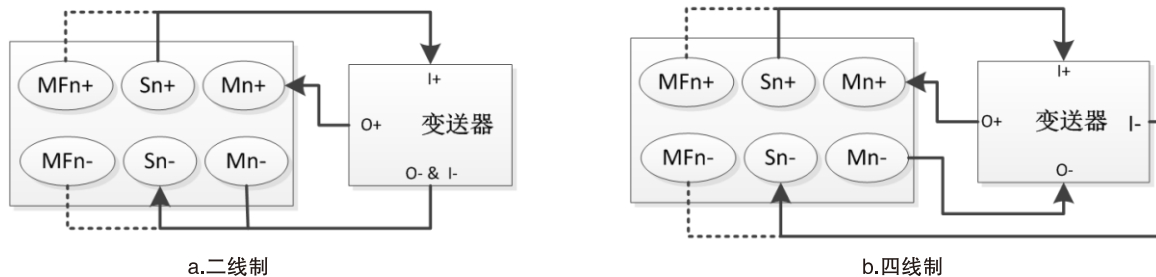

图3-3 电压型压力变送器
②激励电源的类型和变送器输出信号的类型请参考表2-1对数采装置进行设置。
③恒流激励压力传感器芯体、恒压激励压力传感器芯体、MV/V型现场压力变送器的接线方法参照图3-1、图3-3。